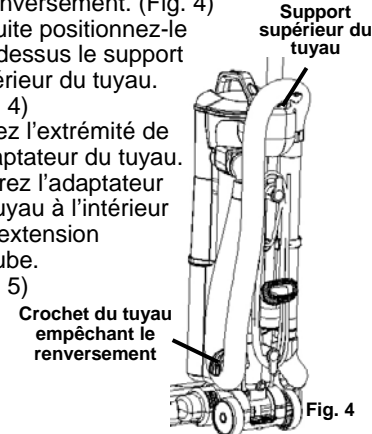

Fig. 4
- Enroulez le tuyau sous le crochet du tuyau empêchant le renversement. (Fig. 4)
- Ensuite positionnez-le par-dessus le support supérieur du tuyau. (Fig. 4)